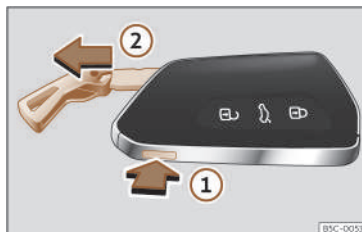

Fig. 63 Chiave del veicolo: estrarre lo spadino.
- Premere il tasto >>> **fig. 63** (1) per estrarre l'anello portachiavi e poter estrarre lo spadino (2). Premendo leggermente sull'anello, rimarrà fisso come portachiavi.
- Premere il tasto >>> **fig. 63** (1) per sbloccare. Tenere premuto il pulsante (1) e contemporaneamente tirare l'occhiello in direzione della freccia >>> **fig. 63** (2) per estrarre completamente la chiave.